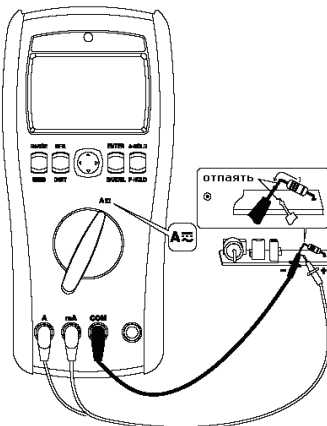

Рис.7.3
3. Синей функциональной клавишей выбрать режим измерения: постоянное (DC), переменное (AC/kHz), переменное со смещением (AC+DC).
4. Подключить измерительные провода последовательно с источником тока (рис.7.3).